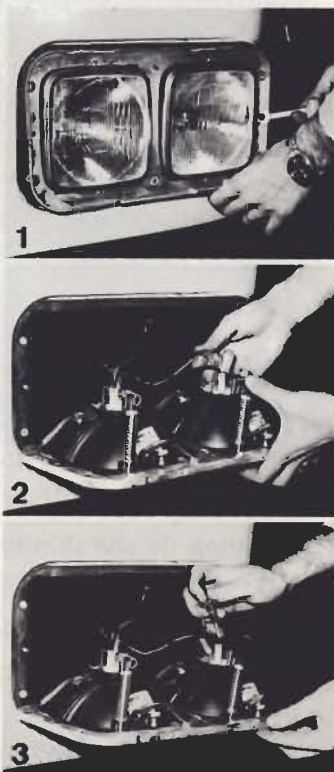

Fig. 14.1. Cambio de lámparas de los faros anteriores
a) Faros anteriores (Fig. 14.1).
2. Desenroscar las tuercas que sujetan el marco de los dos faros (1 fig. 14.1).
3. Desconectar la clavija de la lámpara y soltar el resorte que la sujeta (2 fig. 14.1).